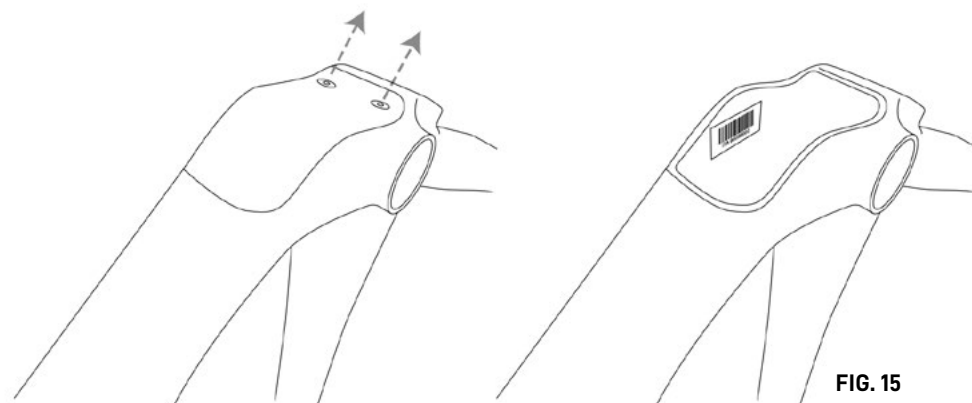

FIG. 15
- Al fine di rendere operante la presente garanzia, si dovrà compilare il form online a cui si accede mediante QR CODE o collegandosi direttamente al sito warranty.mbmbike.it entro e non oltre 15 giorni dalla data di acquisto della bicicletta. Saranno necessari il numero seriale e la fotografia della prova d'acquisto del rivenditore autorizzato. Il numero seriale è posto all'interno del telaio nella zona del movimento centrale, è necessario rimuovere il copri batteria svitando le tue viti di fissaggio (Fig. 15).